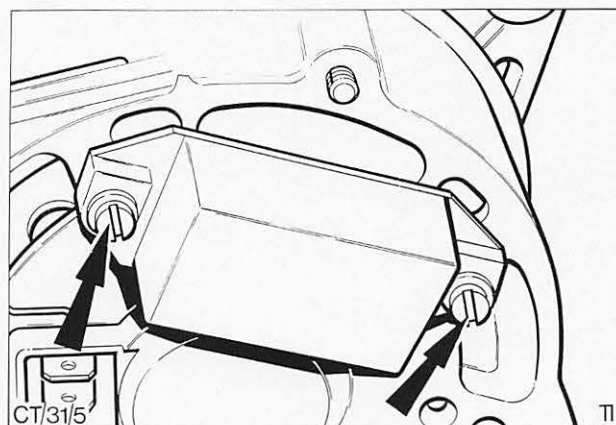

Abb. 30 Regler-Halteschrauben
3. Halteschrauben des Reglers entfernen, Abb. 30, und Regler herausziehen.